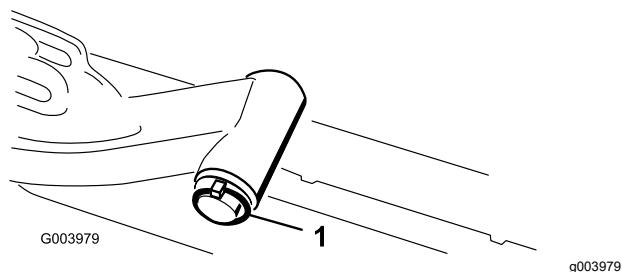

Figura 18
- A. Retire o pino de sujeição e a anilha que prende o veio da articulação do braço de elevação ao braço de elevação e faça deslizar o veio de articulação para fora do braço de elevação (Figura 18).
- C. Insira o veio do braço de elevação no braço de elevação e prenda-o com a anilha e o pino de sujeição (Figura 18).